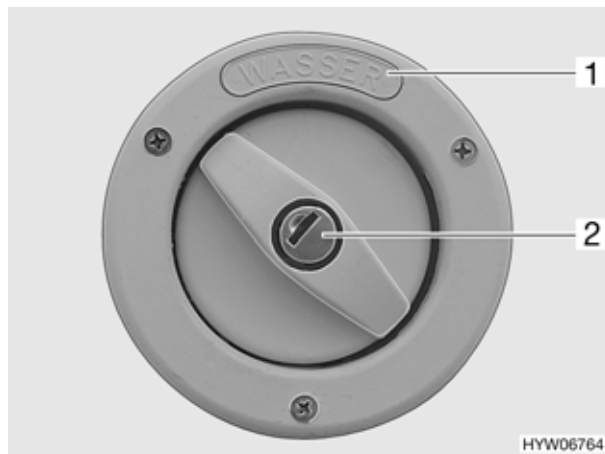

Fig. 168 Coperchio per bocchettone di riempimento dell'acqua potabile (variante 3)
Il bocchettone di riempimento dell'acqua potabile è contraddistinto dalla scritta "WASSER" (Fig. 168,1).
- Inserire la chiave nel cilindro della serratura (Fig. 168,2) e girare in senso antiorario.
- Aprire il bocchettone di riempimento dell'acqua potabile (Fig. 166 oppure Fig. 168) posto sulla parete esterna dell'autocaravan.